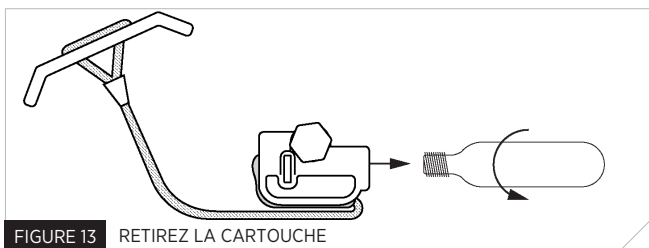

FIGURE 13 RETIREZ LA CARTOUCHE
3. Dévissez la cartouche et retirez-la (voir Fig. 13). Jetez la cartouche usagée.